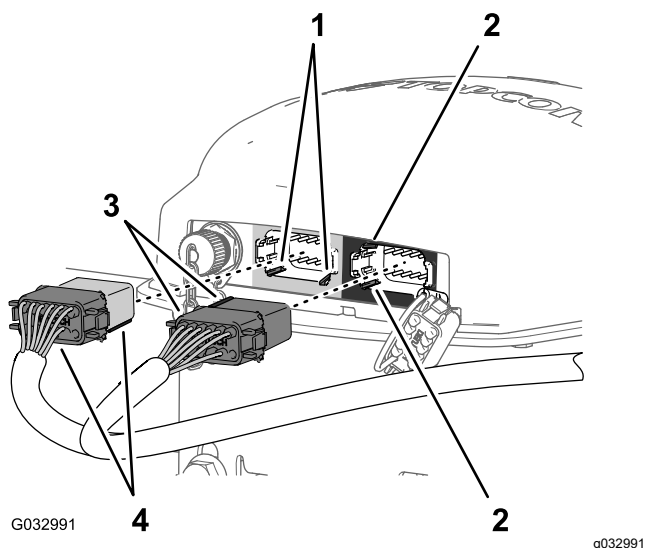

Figura 141
3. Alinee las 2 pestañas de la cara larga del conector hembra de 12 vías del arnés de datos marcado AGI4 A KEY (GREY) con las 2 muescas del lado horizontal inferior del conector de 12 pines izquierdo (gris) del receptor de navegación (Figura 141).
4. Enchufe el conector AGI4 A KEY (GREY) del arnés de datos en el conector izquierdo (gris) de 12 pines del receptor de navegación hasta que los cierres del conector se enganchen firmemente (Figura 141).
5. Alinee las 2 pestañas del lado corto del conector hembra de 12 vías – arnés de datos marcado AGI4 B KEY (BLACK) con las 2 muescas del lado izquierdo vertical del conector de 12 pines derecho (negro) del receptor de navegación (Figura 141).
6. Enchufe el conector AGI4 B KEY (BLACK) del arnés de datos en el conector derecho (negro) de 12 pines del receptor de navegación hasta que los cierres del conector se enganchen firmemente (Figura 141).